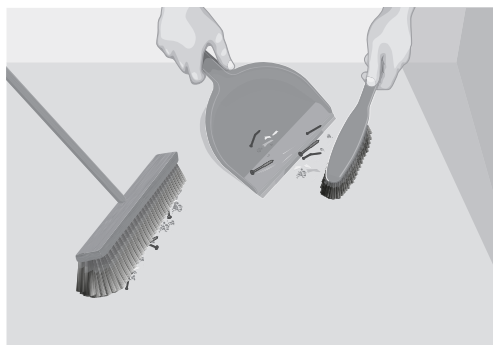

Fig.2. Rengjør rommet
1. Forbered installasjonsstedet (fig.2)